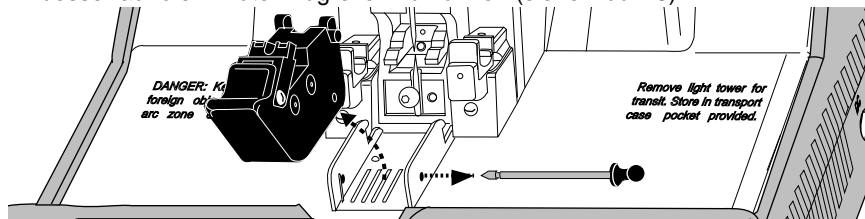

Abbildung 75
1. Schalten Sie das Gerät aus, und entfernen Sie die Beleuchtungseinheit, um besser auf die V-Nuten zugreifen zu können (siehe Abb. 75).